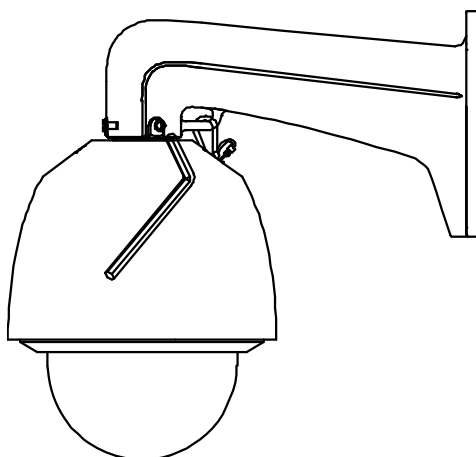

Рис. 1.6. Завершение монтажа видеокамеры на кронштейн
6. Используйте Г-образный ключ, чтобы затянуть фиксирующие винты и надежно закрепить видеокамеру на кронштейне (Рис. 1.6).